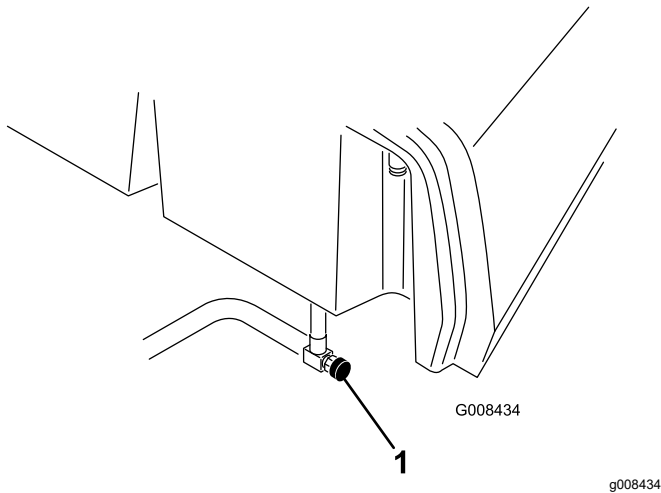

Bild 35
1. Schließen Sie den Kraftstoffhahn (**Bild 35**) unter dem Kraftstofftank.